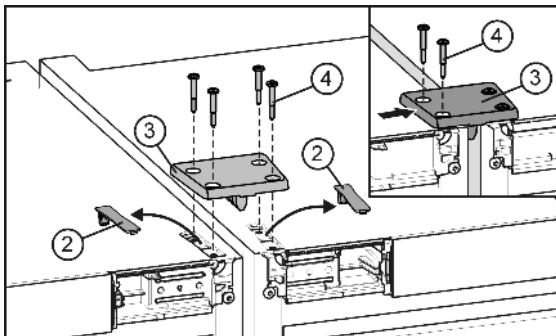

Fig. 5
▶ 松开并取下盖子 Fig. 5 (2)。
- ▶ 放上连接架 Fig. 5 (3)，并在一台设备上用两个螺栓 Fig. 5 (4) 松动固定。